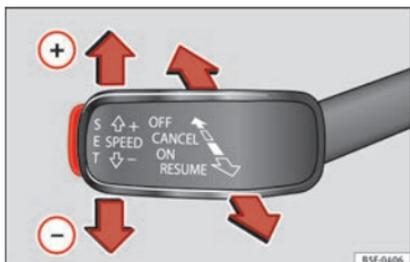

Abb. 50 Links von der Lenksäule: Dritter Hebel zur Bedienung des GRA.
- GRA einschalten: dritten Hebel in Stellung **ON** » Abb. 50 bringen. System wird eingeschaltet, jedoch erfolgt noch keine Regelung, da noch keine Geschwindigkeit gespeichert ist.
- GRA aktivieren: Drücken Sie die Taste **SET** » Abb. 50. Die aktuelle Geschwindigkeit wird gespeichert und geregelt.
- GRA vorübergehend abschalten: Den Hebel in die Stellung **CANCEL** » Abb. 50 bringen und loslassen oder das Bremspedal betätigen. Regelung wird vorübergehend abgeschaltet.
- GRA wieder einschalten: Den Hebel in die Stellung **RESUME** » Abb. 50 bringen und loslassen. Die gespeicherte Geschwindigkeit wird erneut gespeichert und eingestellt.
- GRA abschalten: Den dritten Hebel in die Stellung **OFF** » Abb. 50 bringen. Das System wird abgeschaltet und die gespeicherte Geschwindigkeit gelöscht.